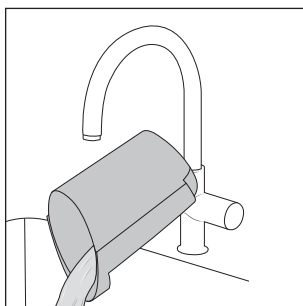

Fig. 22
- ♦ Vacíe el agua sucia y los restos de suciedad (consulte la fig. 22).